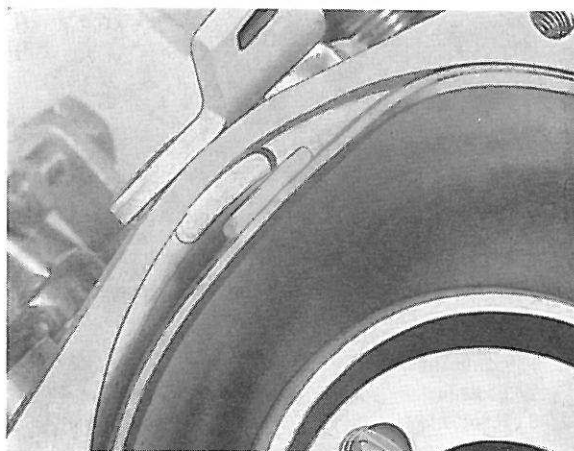

Figure 93. Positionnement de la membrane
3. Remonter le piston, avec la membrane, dans le corps du carburateur, en veillant à ce que le talon du piston s'engage dans le dégagement correspondant du corps du carburateur (figure 93) (membrane gonflée: voir ci-dessus). Reposer le pot à dépression en notant les repères marqués. La rainure de la rondelle et le bord de guidage de la membrane doivent s'adapter avec facilité, autrement il faudra remplacer la membrane. Bien serrer le pot à dépression.